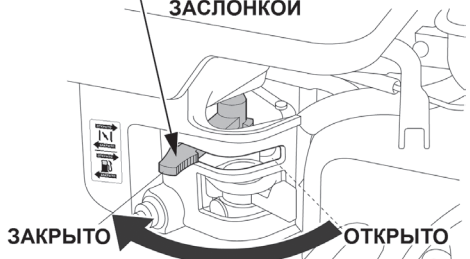

Рис. 14 Рычаг управления воздушной заслонкой
3. Закройте воздушную заслонку карбюратора. Для этого переведите рычаг управления воздушной заслонкой в крайнее левое положение (Рис. 14).